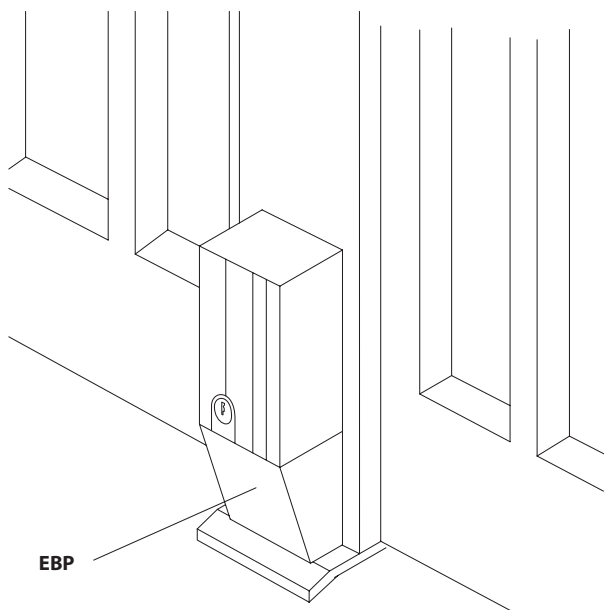

Рис. 18
- с) Установите привод вертикально и отверните крышку "О" заливного отверстия. (Рис. 18).